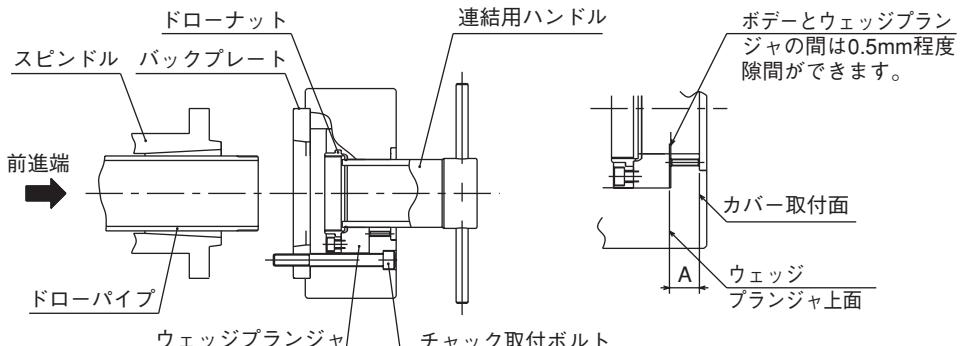

図22
- ・シリンダ前進端でのウェッジプランジャの適正位置は、図22 の寸法 A が下表となる位置です。